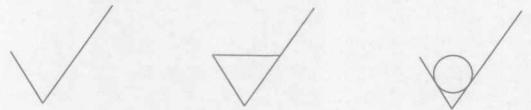

图 1-11
(8) 用 BLOCK 命令建立如图 1-11 所示表面粗糙度符号的图形库。